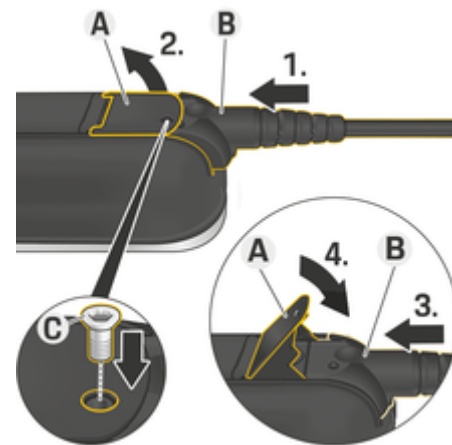

рис. 136: Закріплення кабелю та фіксація штекера
- ✓ Кришка **A** (рис. 136) закрита.
1. Вставте штекер **B** (рис. 136) до першого упору в панель керування.
2. Підніміть кришку **A** (рис. 136).
3. Повністю вставте штекер **B** (рис. 136).
4. Закрийте кришку **A** (рис. 136).
5. Прикрутіть штекер **B** (рис. 136) за допомогою гвинта **C** (рис. 136) до панелі керування.